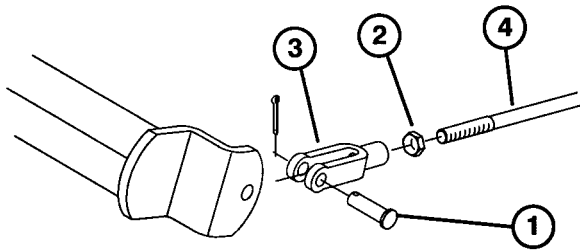

図 40
2. ブレーキが片効きであれば、ジャムナットを外して、クレビスを調整する（図40）。
3. クレビスをブレーキ・シャフトに取り付ける（図40）。